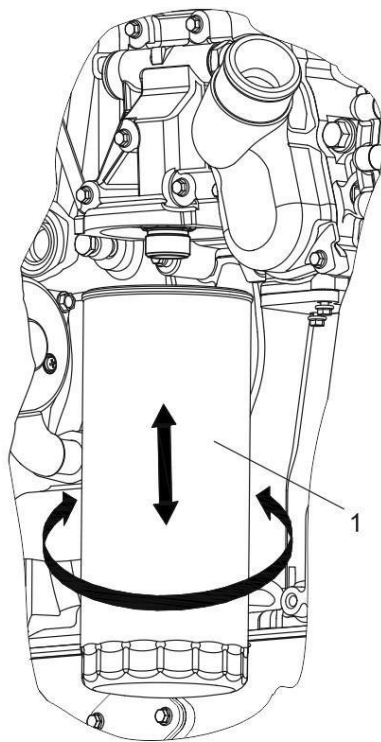

Рисунок 54 – Снятие и установка сменного фильтра для масла:
2. Отвернуть сменный фильтр для масла (рисунок 54) от корпуса масляного фильтра. В случае затруднённого отворачивания фильтра использовать специальный съёмник.